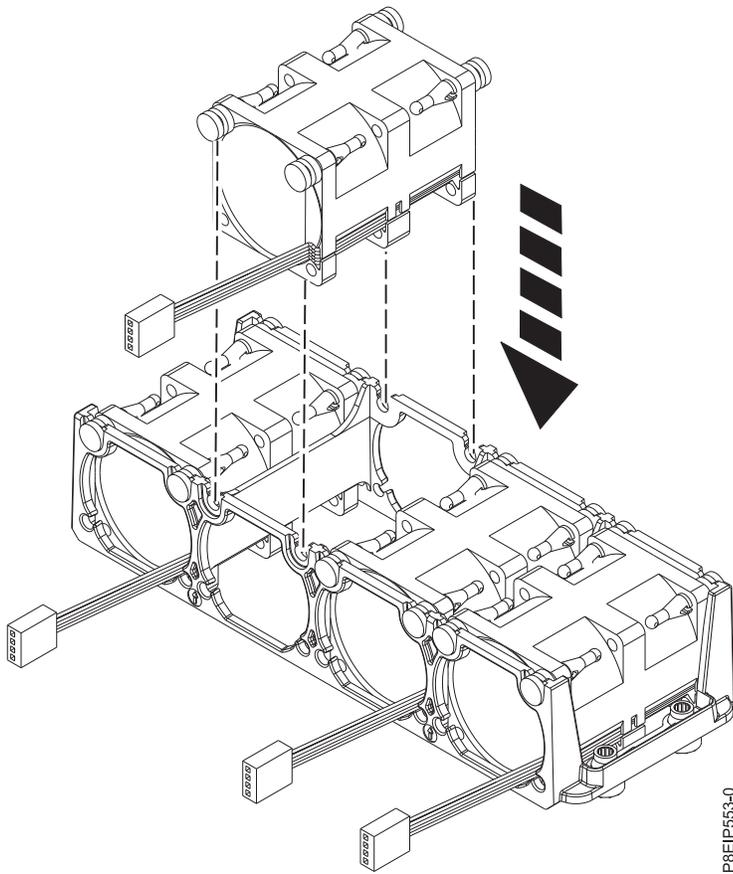

Figura 14. Sustitución de un ventilador
2. Con el receptáculo del ventilador levantado, empuje el ventilador en el alojamiento como se muestra en la Figura 14 en la página 18. Pase los cables del ventilador por el receptáculo del ventilador. Alinee los elementos de separación del ventilador con las ranuras del receptáculo de ventilador.